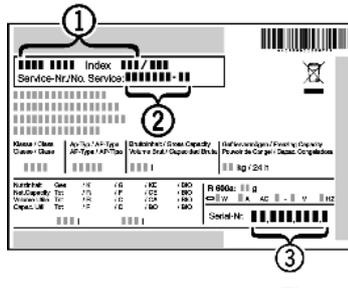

Fig. 44
▶ Считать обозначение устройства Fig. 44 (1), сервисный номер Fig. 44 (2) и серийный номер Fig. 44 (3) с заводской таблички. Заводская табличка находится внутри устройства слева.